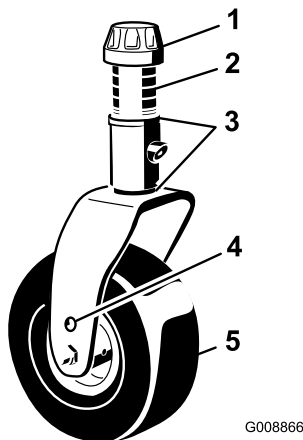

Bild 78
1. Entfernen Sie die Spannkappe von der Spindelwelle und ziehen die Spindel aus dem Laufradarm heraus (Bild 78).